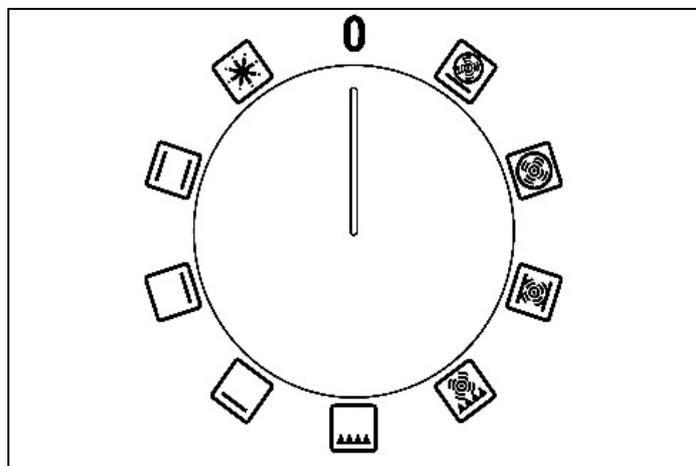

Fig. 19
- Ruotare la manopola funzioni (Fig. 19 ) in senso orario per selezionare la funzione che si desidera utilizzare. La luce arancione si accende, indicando che l'elemento è acceso.